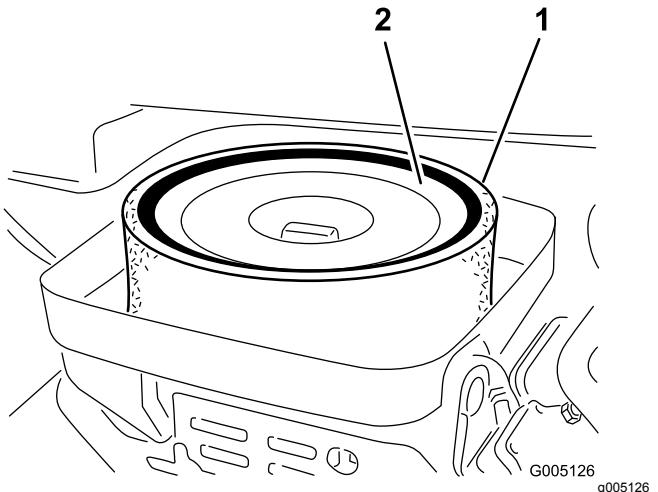

Bild 26
3. Entfernen Sie die Flügelmutter, mit der die Einsätze am Luftfiltergehäuse befestigt sind (Bild 26).
4. Nehmen Sie einen verschmutzten Schaumeinsatz vorsichtig vom Papiereinsatz ab (Bild 26). Reinigen Sie ihn gründlich wie folgt: